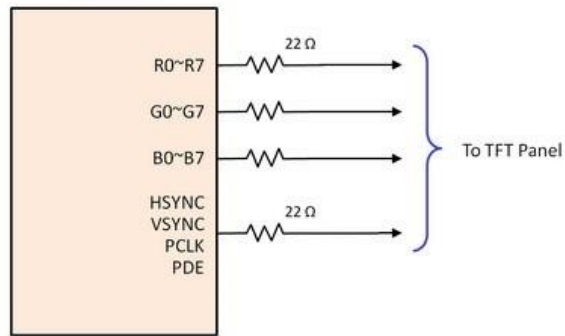

图 9: RGB 等信号输出加串接电阻
- PCLK、PDE、HSYNC、VHYNC 输出加串接电阻及接地电容 (如图 9)。